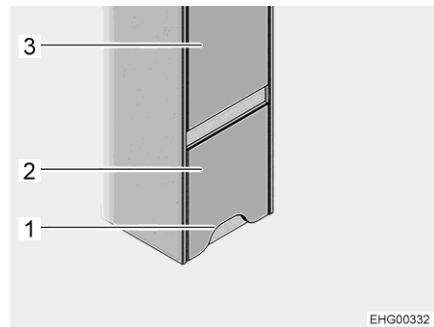
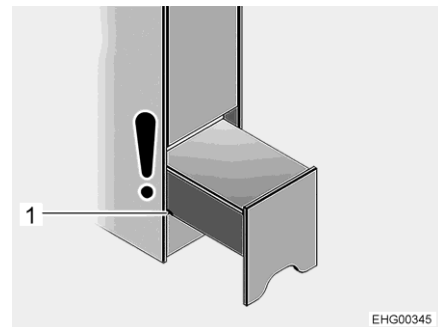

Fig. 93 Base di appoggio per la salita (chiusa)
Fig. 94 Base di appoggio per la salita (posizione notte)
Ubicazione La base di appoggio per la salita è installata nella parte destra del veicolo, sotto all'armadio guardaroba (Fig. 93,3) davanti al letto in coda.
- ▷ La porta del vano WC si trova di fronte alla base di appoggio per la salita. Se la base di appoggio per la salita è estratta solo parzialmente (posizione notte, vedere Fig. 94) è possibile aprire la porta del WC. Se invece la base di appoggio per la salita è estratta completamente al fine di accedere al vano, la porta del vano WC non può essere aperta completamente.
- Afferrare la base di appoggio per la salita (Fig. 93,2) in corrispondenza dell'apertura (Fig. 93,1), sollevare leggermente ed estrarla fino alla prima scanalatura (Fig. 94,1) per la posizione notte.